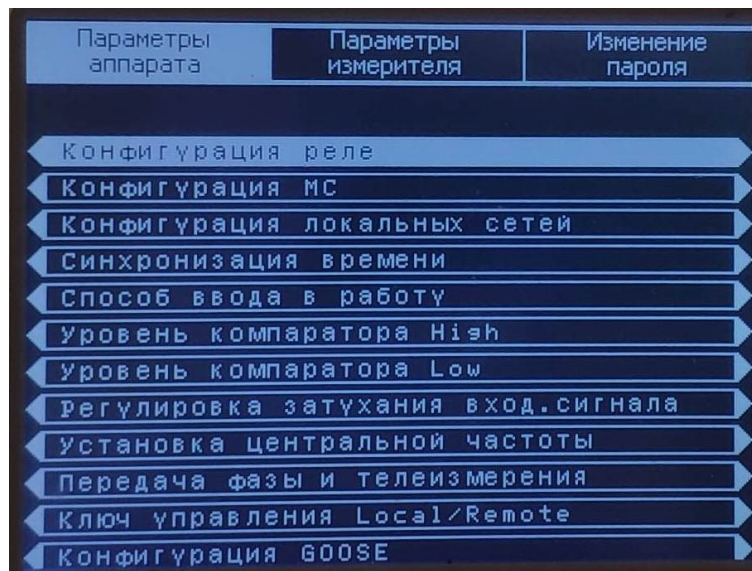

Рисунок 6 – Подраздел «Параметры аппарата»
2.1. «Параметры аппарата» - подраздел предназначен для изменения или просмотра параметров «ОΡΙΟΝ» АПК RX (см. рисунок 6).